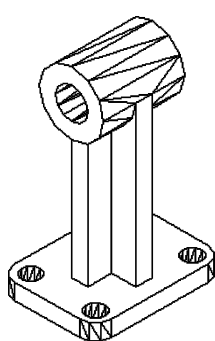

图 13-30 消隐后的
(13) 单击“三维工具”选项卡“实体编辑”面板中的“并集”按钮, 选择两个圆柱体与两个长方体进行并集运算。
(14) 单击“三维工具”选项卡“建模”面板中的“圆柱体”按钮, 捕捉 $R20$ 圆柱体的圆心为圆心, 创建半径为 $R10$ 、高 50 的圆柱体。
(15) 单击“三维工具”选项卡“实体编辑”面板中的“差集”按钮, 将并集后的实体与圆柱进行差集运算。消隐处理后的图形, 如图 13-30 所示。
(16) 单击“三维工具”选项卡“实体编辑”面板中的“旋转面”按钮, 旋转支架上部十字形支撑板底面, 命令行提示与操作如下: